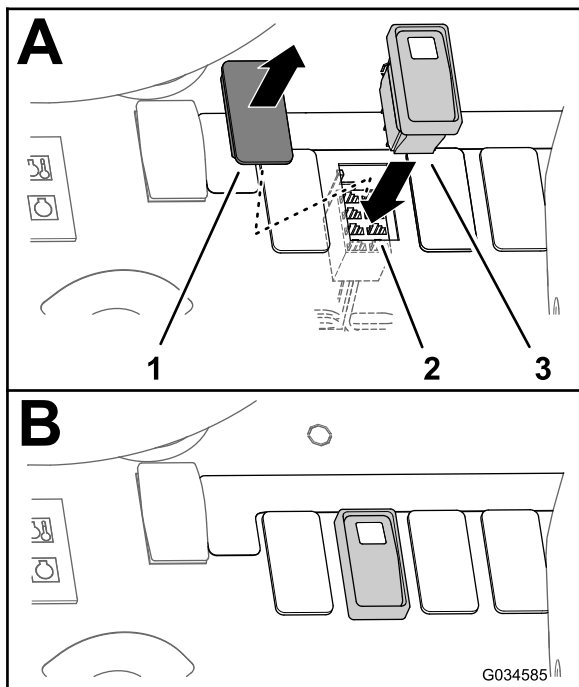
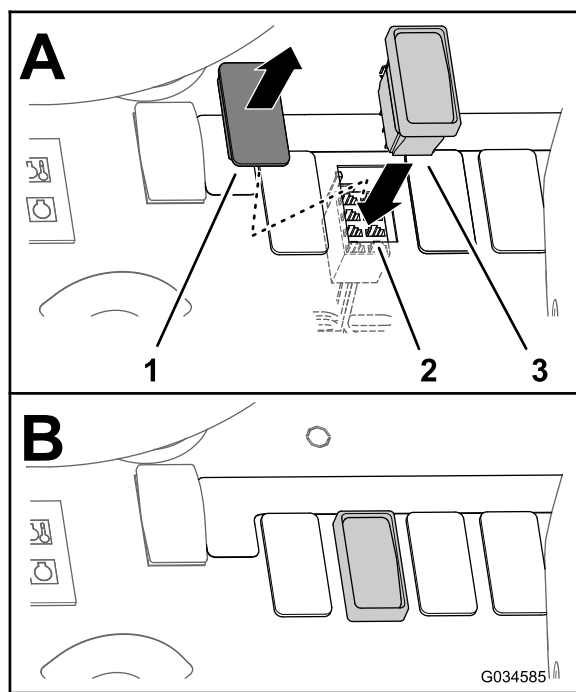

图36
图37
1. 卸下仪表板上供冲洗水箱开关使用的栓塞 图37 或图36。
3. 正确布置 8 插槽接头使其朝向仪表的开口图36 或图37。
4. 将 3 位置开关通过仪表板接入 8 插槽接头图36 或图37。
5. 将 3 位置开关插入仪表板的开口直至开关门锁牢固卡入仪表图36 和图37。